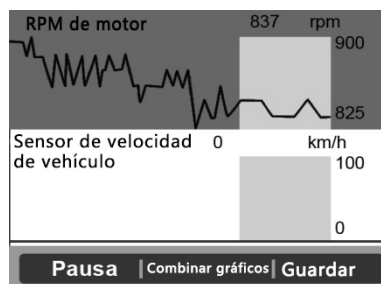

Figura 5.30
- 4) Presione el botón de **FUNCIÓN** correspondiente a **Dos gráficos**; la pantalla mostrará dos gráficos como en la Figura 5.30.